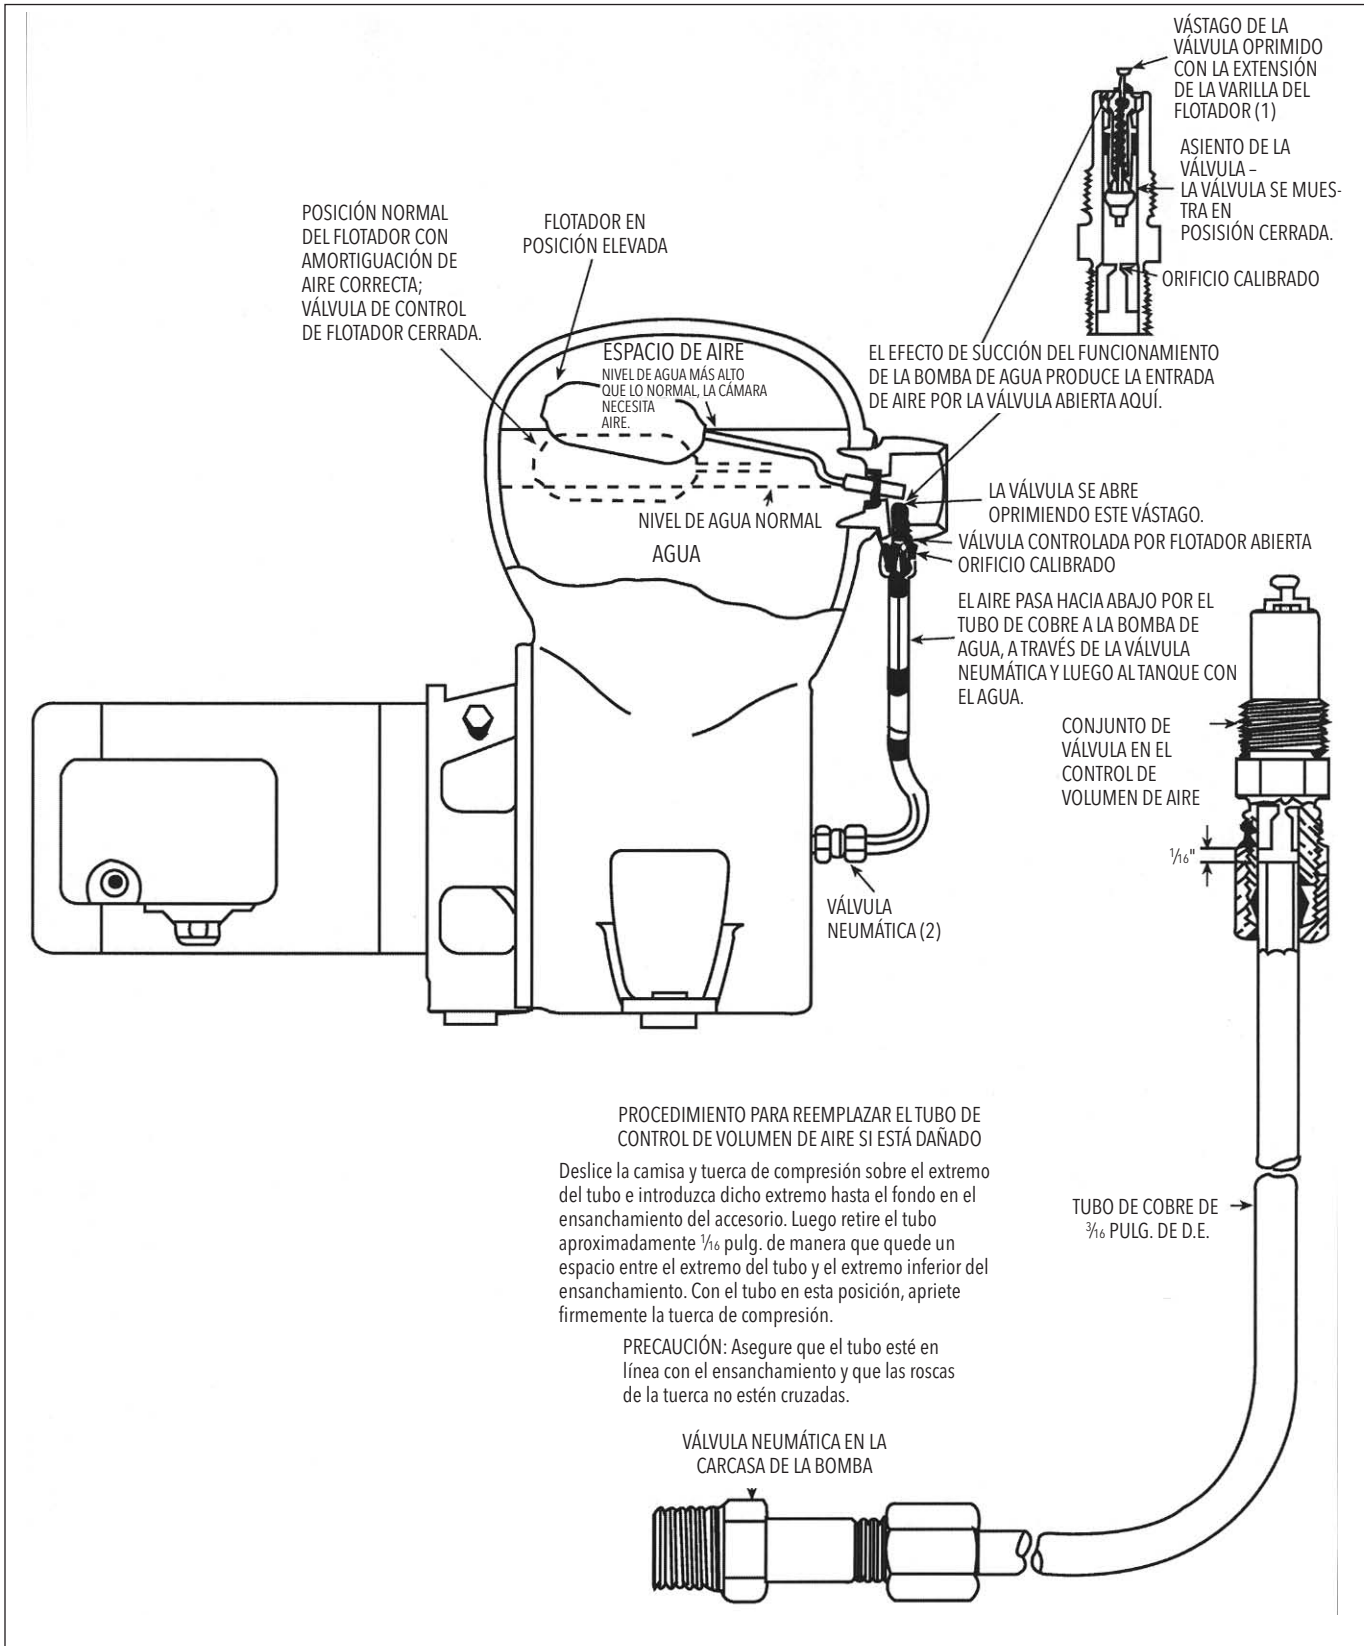

Figura 5
El control de volumen de aire se instala en el orificio roscado de la cámara de amortiguación de aire. Se debe conectar con tubo de cobre a la válvula neumática en el cuerpo de la bomba de agua. *Consulte la Figura 5.*
1. Desconecte el tubo de cobre en el control de volumen de aire. Si la fuga proviene del tubo, la válvula neumática en la bomba de aire tiene fuga. Reemplace el núcleo de la válvula. *Consulte la Figura 5.*